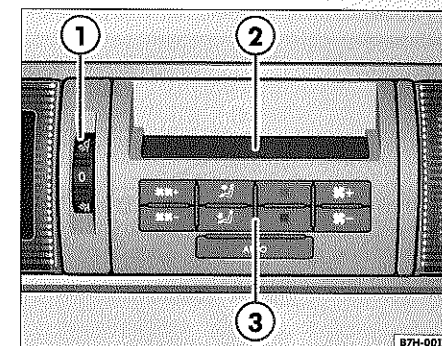

Fig. 30 Mandos del Climatronic en el techo
- Ruedecilla moleteada para girar el difusor de aire correspondiente²⁰⁾ ② o ⇒ fig. 30 ①. La